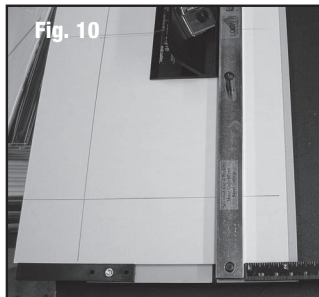

Fig. 10
2. Positionnez le couteau biseauté modèle 2000 de telle façon que la ligne argentée soit alignée avec la ligne supérieure d'intersection tracée au crayon. (Fig. 10)
2. Posicione el cortador de bisel n° 2000 de tal modo que la línea gris se alinee con la línea a lápiz superior. (Fig. 10)
2. Positionieren Sie den Schrägschneider Nr. 2000 so, dass die silberfarbene Linie auf der obersten Bleistiftlinie aufliegt. (Abb. 10)